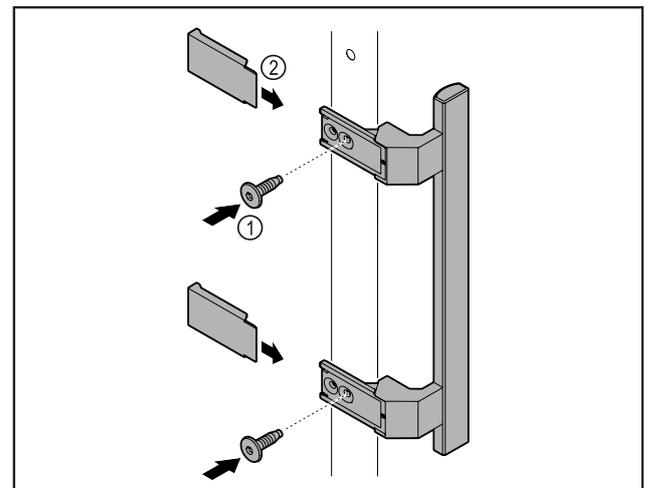

Fig. 5
- ▶ Установите на двери ручку из набора принадлежностей, используя прилагающиеся винты Fig. 5 (1).
- ▶ Установите крышку Fig. 5 (2).